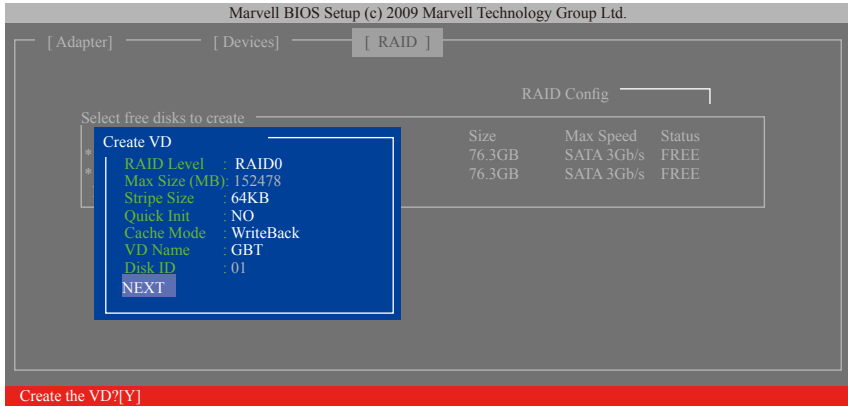

图8
6. NEXT: 完成以上设定请至「NEXT」项目按<Enter>键。当确认信息出现时, 确定制作磁盘阵列请按<Y>, 取消请按<N> (图8)。